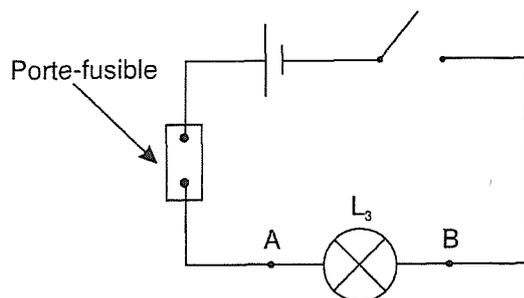

Figure 13.3
7.1. Réaliser le montage de la figure 13.3.